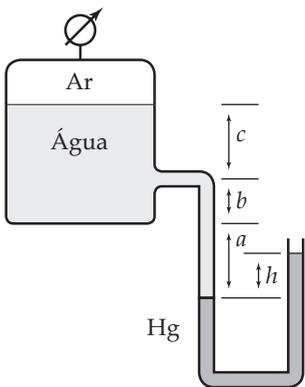

Figura Ep1.6
**Ep1.6** Considere o arranjo esquematizado na Figura Ep1.6. O manômetro tipo Bourdon indica que a pressão do ar é igual a 20 kPa. Sabe-se que  $a = 1,0 \text{ m}$ ,  $b = 30 \text{ cm}$  e  $c = 3,0 \text{ m}$ . Considerando que a pressão atmosférica local é igual 722 mmHg e que a temperatura do arranjo é igual à ambiente, 20°C, determine a pressão absoluta que a água exerce no fundo do tanque e a altura  $h$  da coluna de mercúrio.